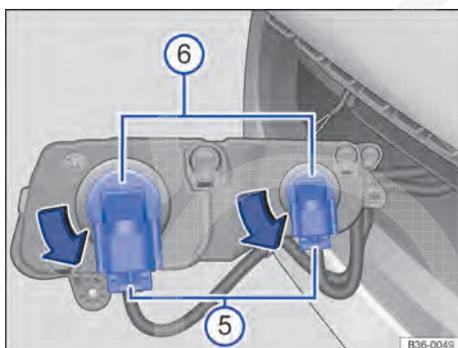

Fig. 252 Substituir a lâmpada incandescente no farol.
7. Destruavar e retirar a tomada ⇒ Fig. 252 (5).
8. Girar a lâmpada incandescente (6) no sentido anti-horário até o batente e retirá-la.
12. Colocar a tomada (5) na lâmpada incandescente, até que ela se trave de maneira audível. ▶